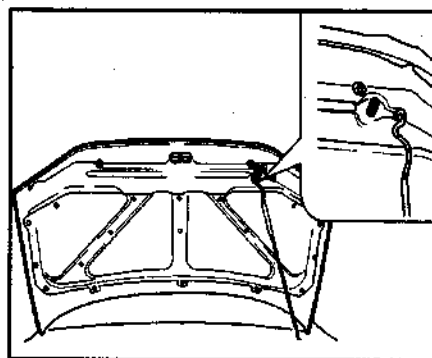

Рис. 48. Установка стержневого упора поддержки капота
3. Поднимите капот и подприте его стержневым упором (рис. 48). Конец упора вкладывается в щель.